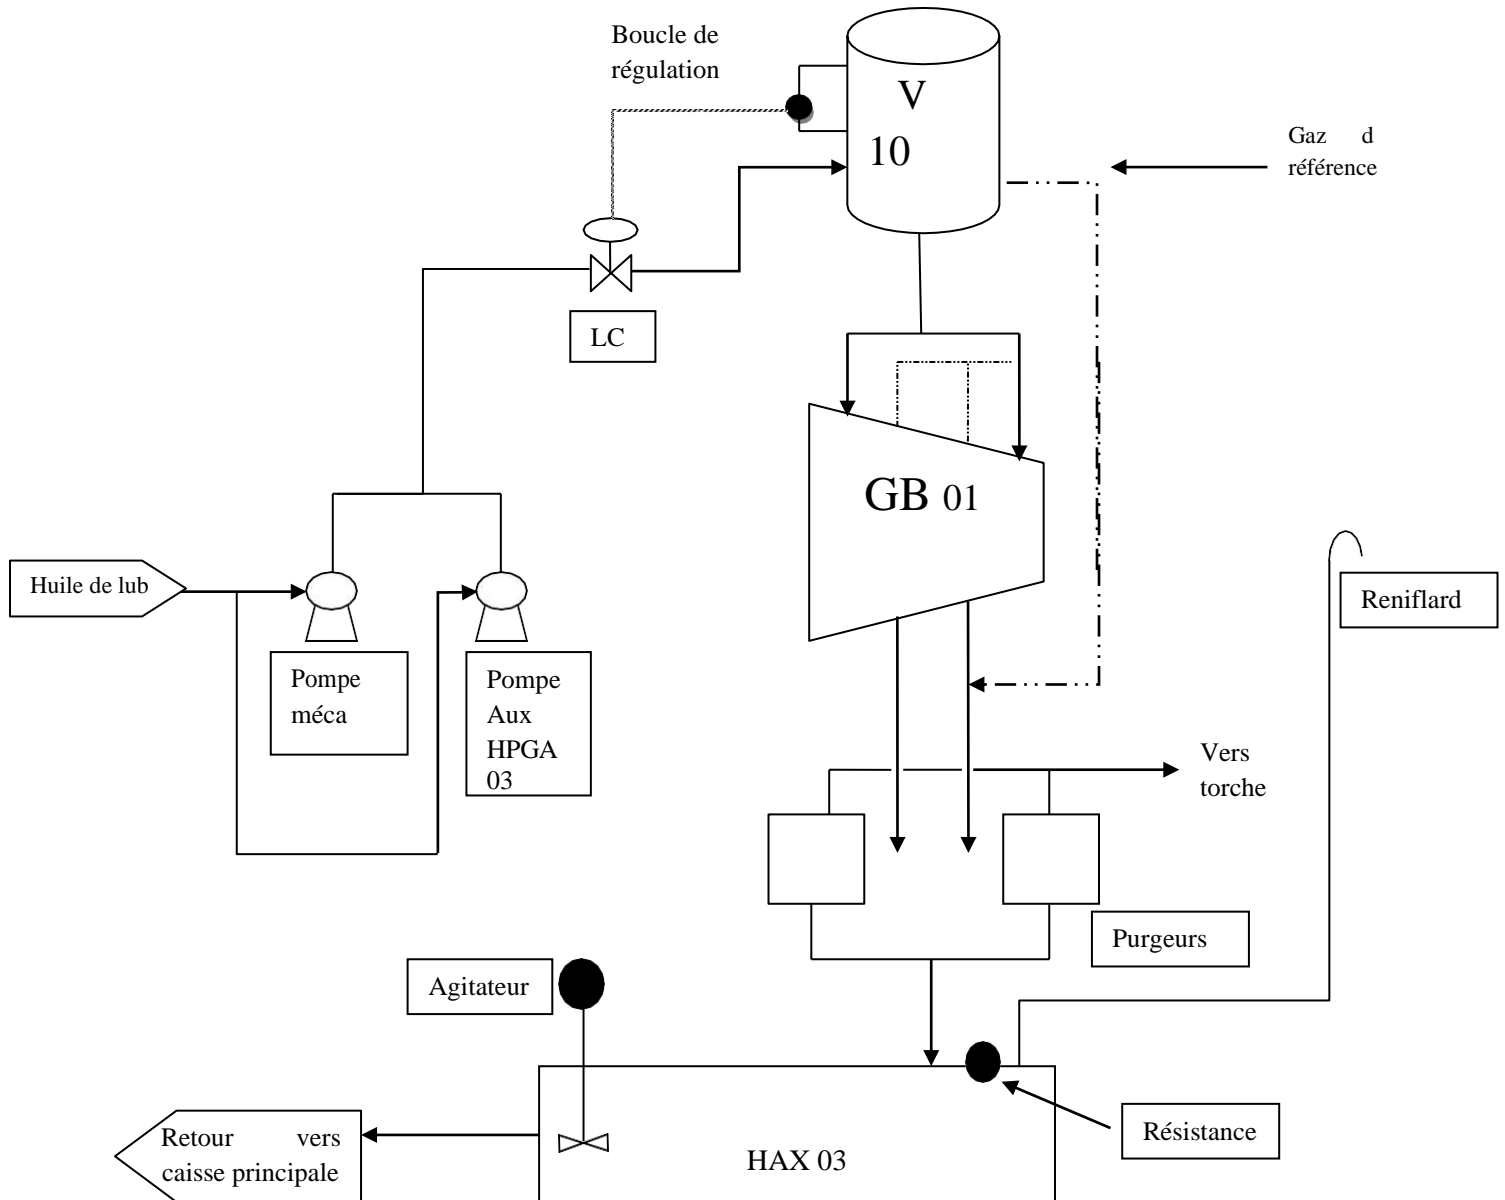

Figure III.8 : Schéma circuit huile d'étanchéité 1er groupe (BP)
1er groupe (BP) (Figure.III.8) :